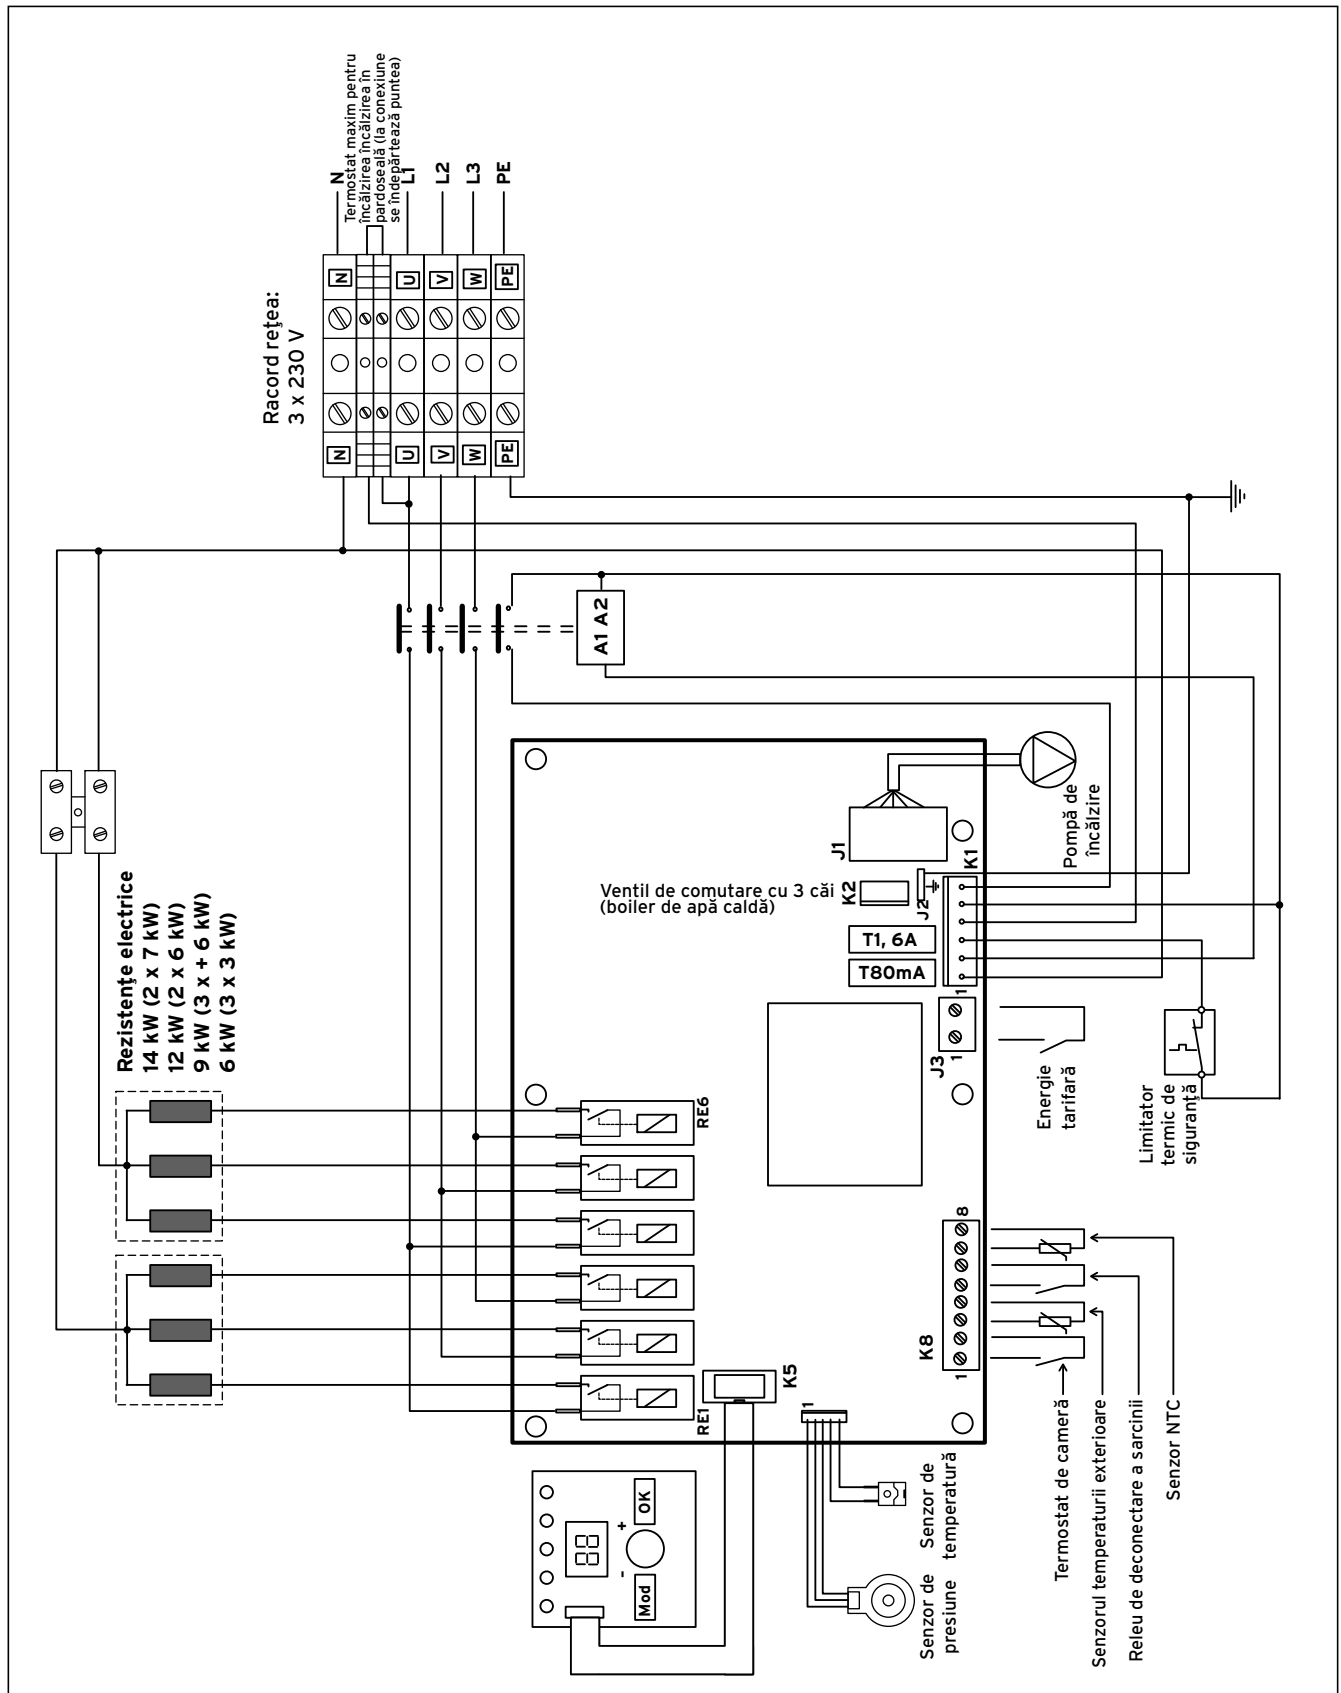
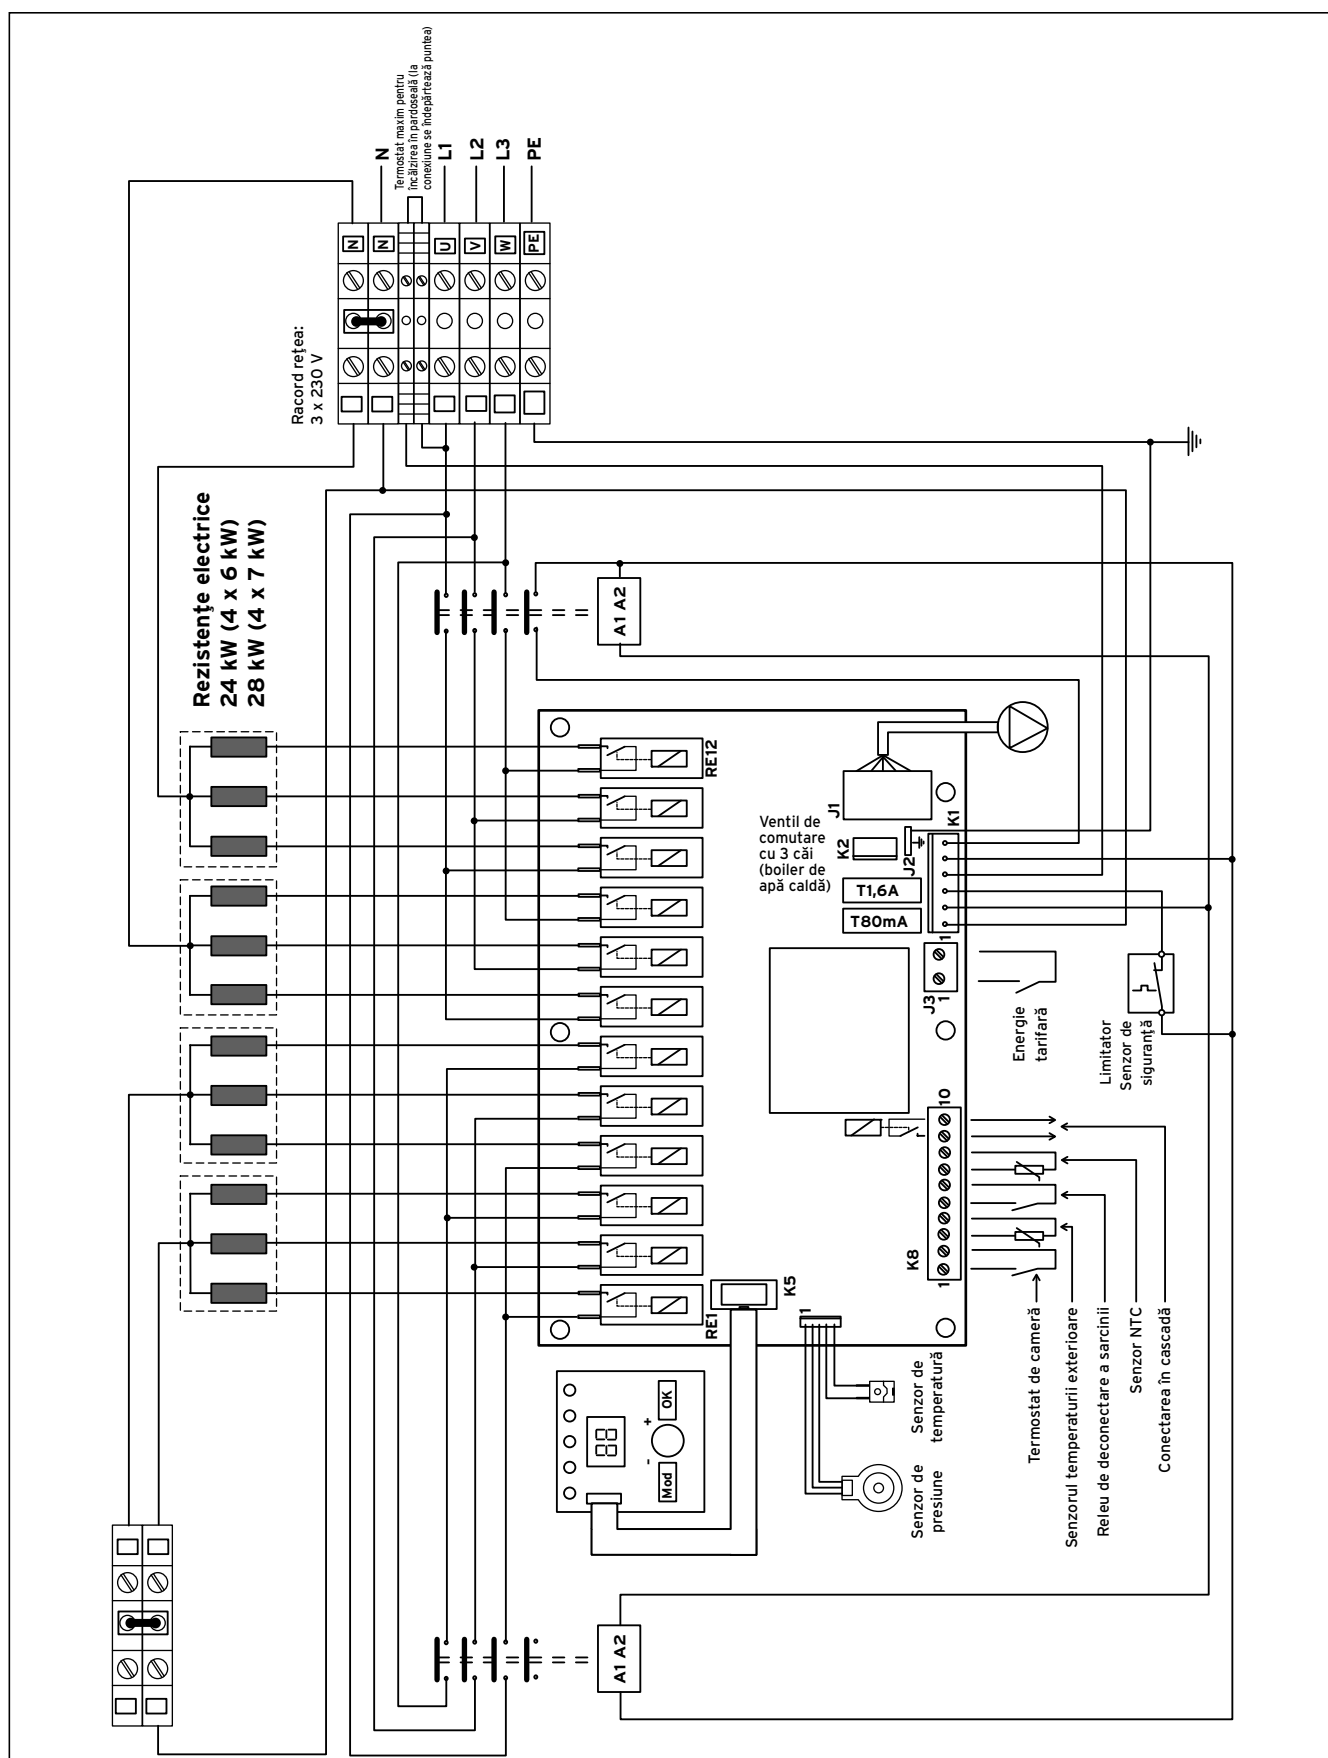

Fig. 5.2 Schema electrică pentru VE 6, VE 9, VE 12, VE 14
Fig. 5.4 Schema electrică pentru VE 24, VE 28
- Treceți cablul de rețea prin ghidajul de cablu (1) stânga, la partea inferioară a aparatului.
- Conectați cablul de racord la bornele filetate corespunzătoare (→ fig. 5.2 până la fig. 5.4).
- Îndepărtați puntea de pe borna J3 (energie tarifară) (→ fig. 5.2 până la fig. 5.4).
Conexiunea releului de deconectare a sarcinii din fabrică se leagă la conexiunile 5 și 6 de la borna K8 (→ **fig. 5.2 până la fig. 5.4**).